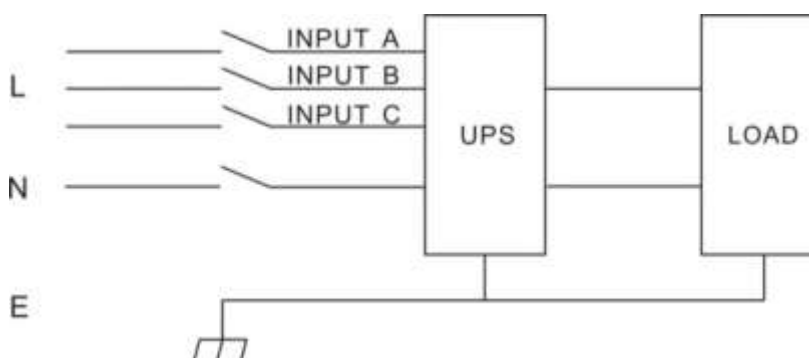

Fig. 5-1 Configuración de conexionado correcta
- Por el bien del usuario y de los equipos, por favor, asegúrese de realizar el correcto cableado (Fig. 5-1).